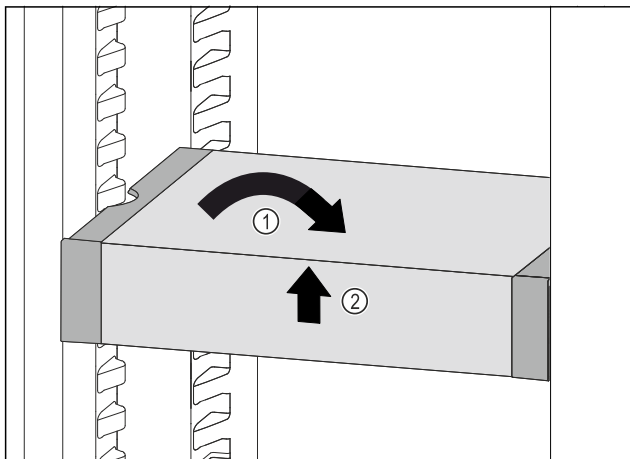

Fig. 113
- ▶ VarioSafe recht zetten. Fig. 113 (1)
- ▶ VarioSafe aan voorkant optillen. Fig. 113 (2)